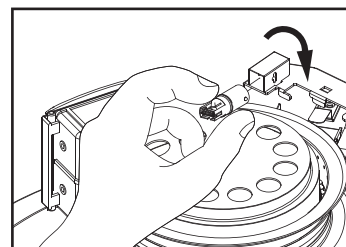

Fig. 16
**Para reemplazar la bujía de encendido (Fig. 16):**